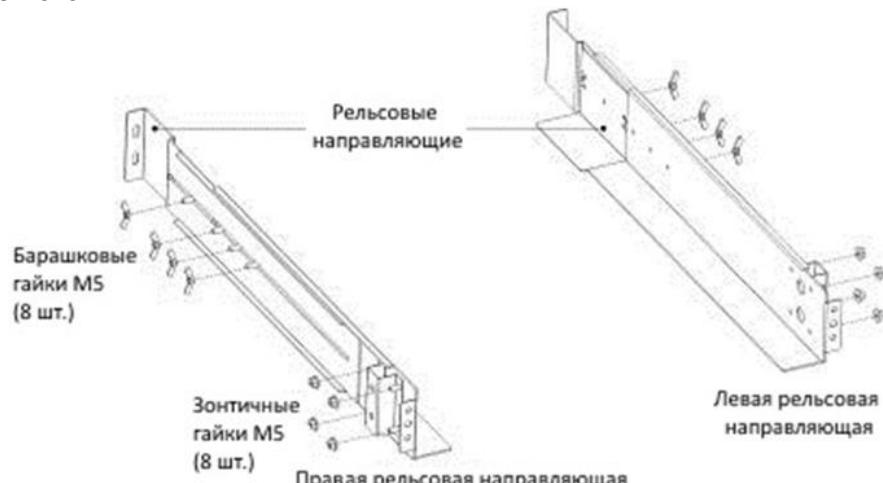

Рис. 4 Крепление рельсовых направляющих
1. Зафиксируйте левую и правую рельсовые направляющие у задних направляющих, как показано на Рис. 4. Не затягивайте болты.
3. Затяните четыре зонтичных гайки M5 на краю рельсовой направляющей (см. Рис. 4).